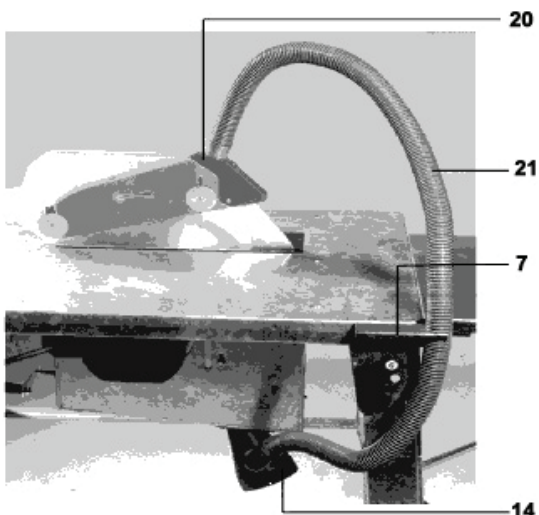

Abb. 16
- Verbinden Sie die Absaugöffnung auf dem Teil 20 und die auf Teil 14 durch den Schlauch Teil 21, und klammern Sie Teil 21 an Teil 7 (siehe Abb. 16).